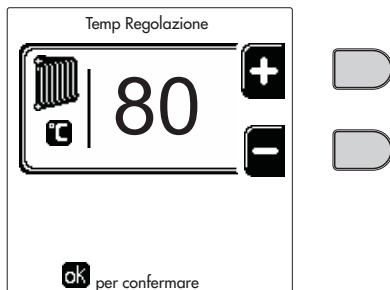
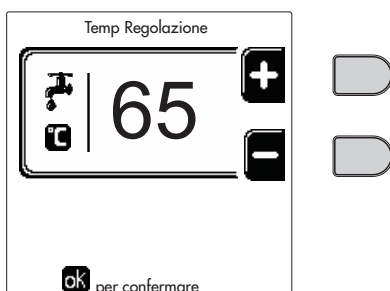
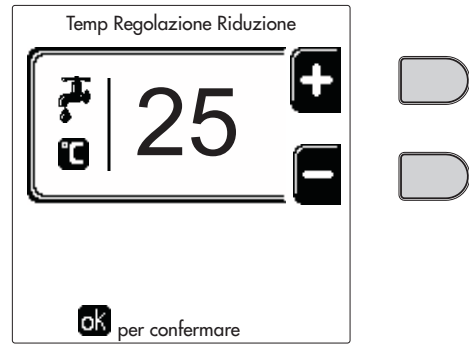

fig. 12
fig. 14
fig. 15
- **ON**. In caso di richiesta Riscaldamento/Sanitario, la caldaia lavora alla Temperatura di Regolazione Riscaldamento/Sanitario (fig. 12/fig. 14) impostata.
- **IR**. In caso di richiesta Riscaldamento/Sanitario, la caldaia lavora alla Temperatura di Regolazione Ridotta. La temperatura Ridotta si ottiene sottraendo il valore della Temperatura Regolazione Riduzione (fig. 13/fig. 15) alla Temperatura di Regolazione Riscaldamento/Sanitario (fig. 12/fig. 14) impostata.